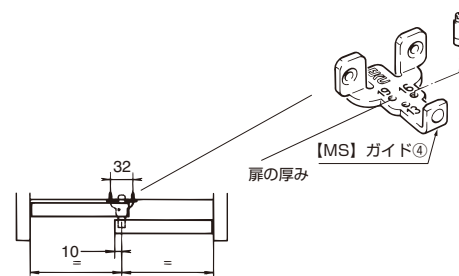

図 1-3-1
(1) 【IS】仕様：キャビネット内の2枚の扉の走路の中心に、ガイド④を取り付ける穴をあけ、そこにガイド④を組み込んでください。
(2) 【MS】仕様：キャビネットの底板の幅の中心に、ガイド④を取り付けてください (図 1-3-1)。